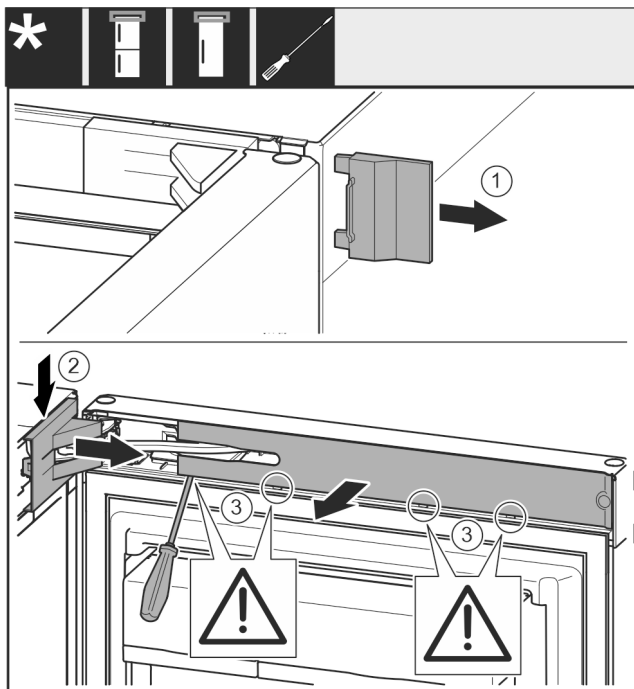

Fig. 8
- ▶ Detașați apărătoarea exterioră. Fig. 8 (1)
- ▶ Deblocați și desfaceți apărătoarea suporturilor de lagăr. Detașați apărătoarea suporturilor de lagăr. Fig. 8 (2)
- ▶ Deblocați masca cu șurubelnița plată și pivotați-o în lateral. Fig. 8 (3)